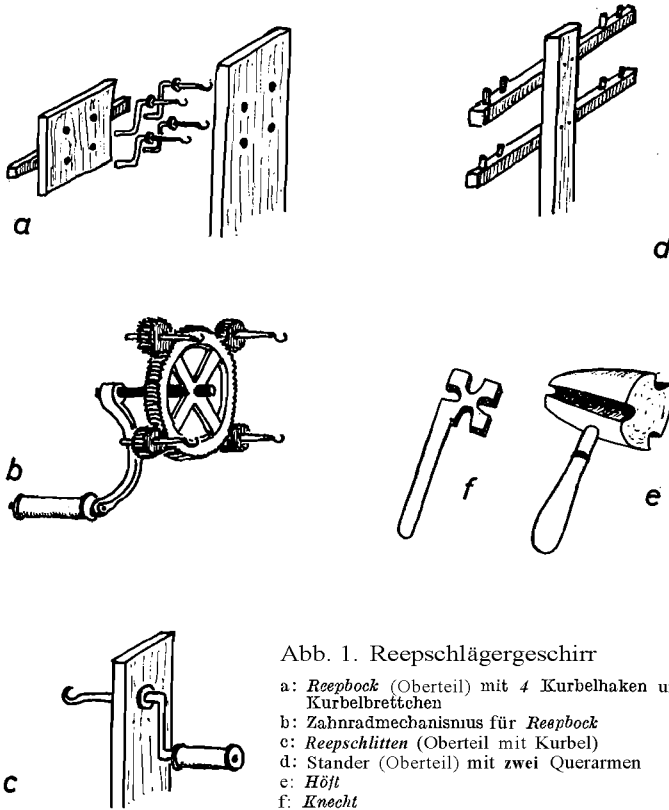

Abb. 1. Reepschlägergeschirr
Neben dieser entwicklungsgeschichtlich älteren Form gibt es eine jüngere, bei der an Stelle der Kurbeln Zahnräder auf Achsen mit Hakenenden getreten sind, die von einem größeren Zahnrad mit Kurbel angetrieben werden (Abb. 1 b). Diese Form wird auch in dem vorliegenden Film benutzt.
2. Der Reepschlitten (oder Reepwagen), der bewegliche Teil des Geschirrs. Er besteht ebenfalls aus einer senkrechten Bohle auf ein oder zwei breiten Kufen, aber im Kopf der Bohle ist nur eine einzige größere eiserne Kurbel mit Hakenende gelagert (Abb. 1 c). Außerdem sind die Kufen gewöhnlich am vorderen Ende mit zwei kleinen Rädern versehen, und das hintere Ende kann durch ein Gewicht oder einen Stein beschwert werden.
3. Die Lehre ist in der Form des *Höft* ein konisch geformtes Stück Hartholz mit seitlich angesetztem Griff. Auf der Wandung des Konus sind vier oder drei Längsrillen eingearbeitet (Abb. 1 e). Die Lehre dient zum gleichmäßigen Zusammendrehen der einzelnen Stränge.
Eine einfachere Form der Lehre, der sogenannte *Knecht*, besteht aus einem Brettchen mit Handgriff und vier oder drei tiefen Kerben im verbreiterten Ende (Abb. 1 f). Letzterer wird auch im Film benutzt.
4. Der Ständer, der nur bei der Herstellung längerer Taue gebraucht wird, ist eine senkrechte Latte in einem klotzartigen Fuß, deren oberes Ende zwei Querarme mit je vier Pflöckchen trägt (Abb. 1 d). Der Ständer unterstützt die Stränge in halber Länge zwischen Bock und Schlitten und hält sie gleichzeitig auseinander.